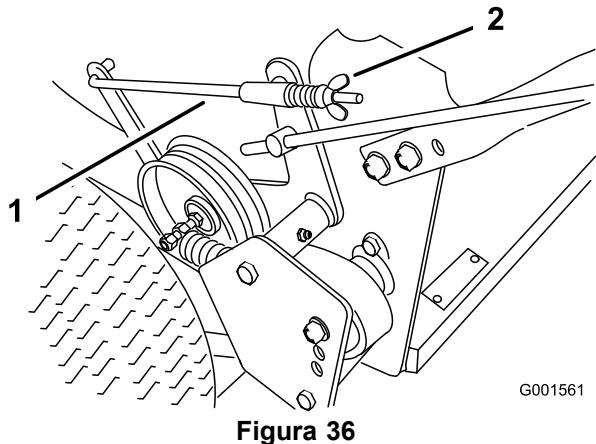

Figura 36
3. Para ajustar los frenos, gire las tuercas de orejeta de las varillas de freno (Figura 36). Gire las tuercas de orejeta en el sentido de las agujas del reloj para apretar los frenos; gírelas en el sentido contrario a las agujas del reloj para aflojarlas.